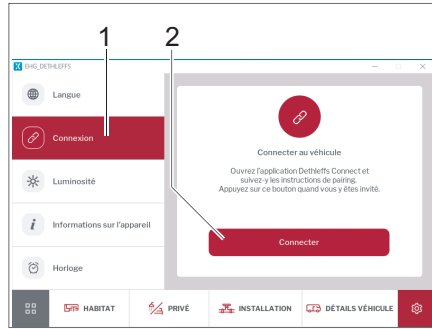

Fig. 277 Connexion via l'écran EHG
- Appuyer sur la touche *Connexion* (Fig. 277,1).